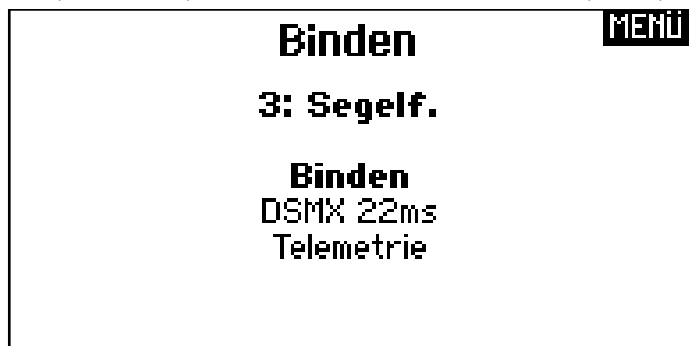

Abbildung 5: Die Meldung des erfolgreichen Bindes des Empfängers
6. Der Binde-Prozess war erfolgreich, wenn sowohl der Empfänger (DSMX 22ms) als auch „Telemetrie“ erkannt wurde (Abb. 5).